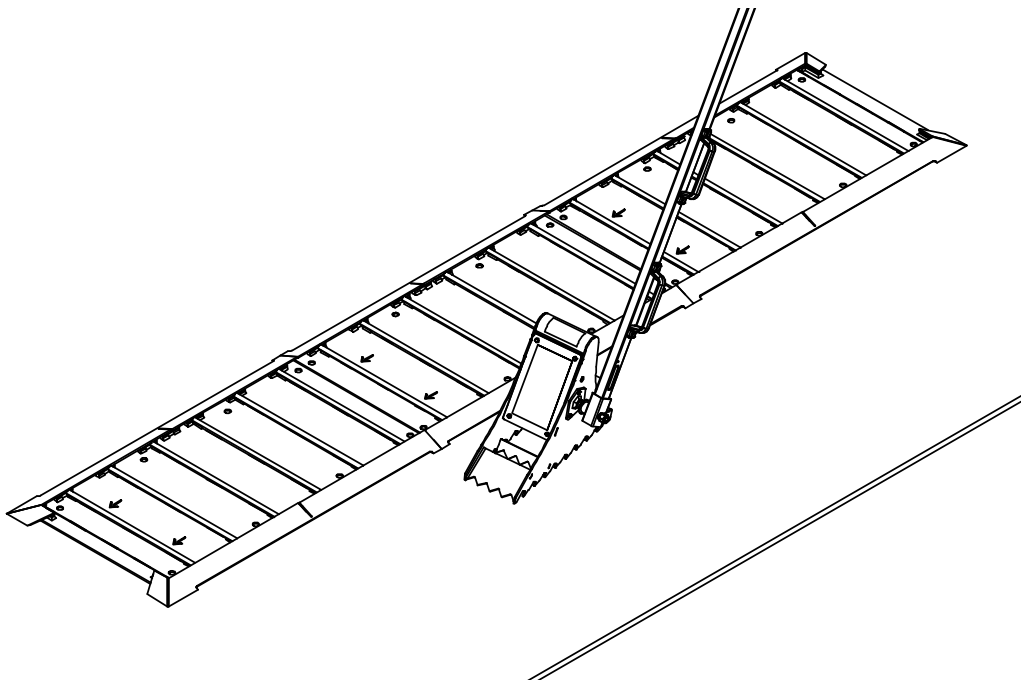

Figura 16
3. Pruebe la retracción con la calza en la segunda placa de retención. Revise que el brazo se retraiga hacia la pared en 5 segundos o menos. Siga ajustando la tensión del resorte con el tensor si es necesario. Consulte la **Figura 16 en la página 20**.
4. Verifique la retracción de la placa de piso más cercana. Consulte la **Figura 16**. Asegúrese de que el brazo se retraiga hacia la pared en 5 segundos o menos, de lo contrario, ajuste la tensión del resorte con el tensor.